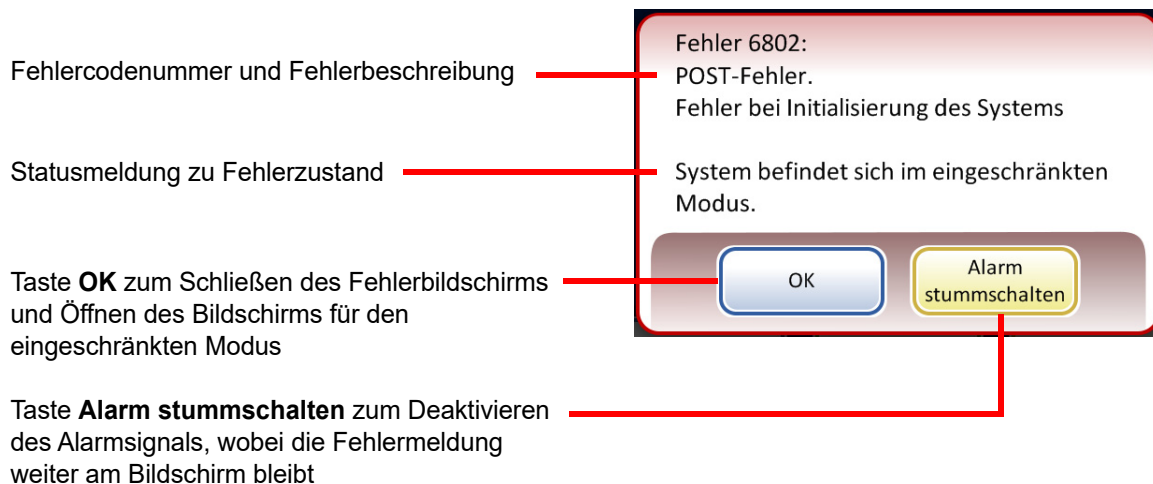

Abb. 9-1 Das System hat einen Fehler festgestellt
- Die Fehlermeldung anzeigen und den akustischen Alarm ertönen lassen, falls aktiviert (siehe Abb. 9-1). Das System versucht, den Betrieb wiederherzustellen (eine Minute oder weniger).